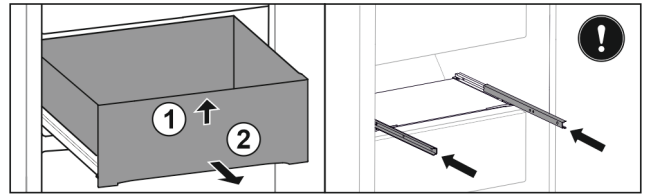

Fig. 36
- ▶ Sollevare il cassetto dal davanti. Fig. 36 (1)
- ▶ Rimuovere il cassetto tirandolo in avanti. Fig. 36 (2)